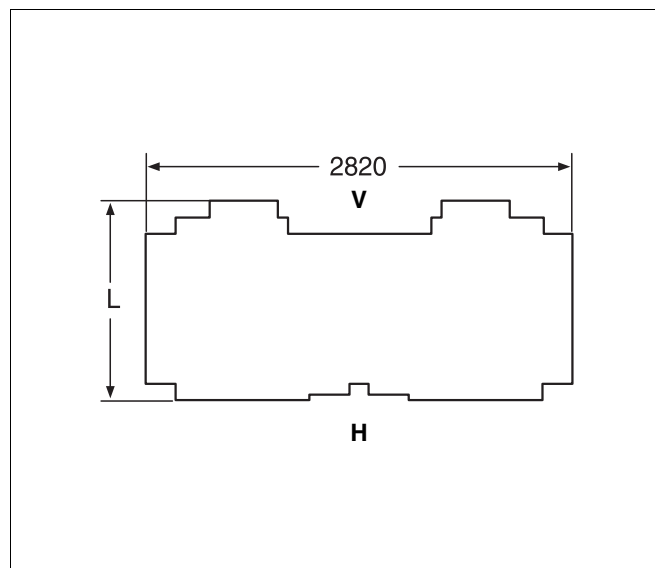

Fig. 32 Isolamento termico V $\hat{=}$ Davanti (parte anteriore della caldaia) H $\hat{=}$ Dietro (parte posteriore della caldaia)
- ▶ L'isolamento termico fornito a corredo corrisponde alla grandezza della caldaia (tab. 3). L'isolamento termico deve essere disposto sul blocco caldaia come indicato nella rappresentazione in fig. 32.